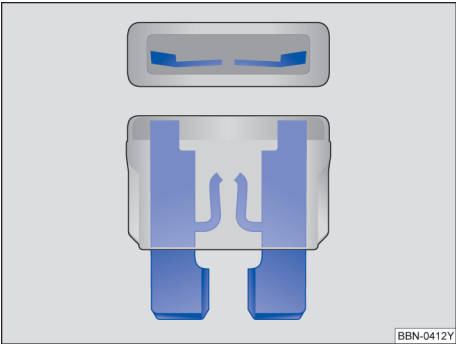

图 158 烧断的保险丝：扁平插入式保险丝
- 烧断的扁平插入式保险丝（ATO®、MINI®、MAXI+®）可从上面和侧面透过透明外壳通过熔断的金属条来识别 → 图 158。